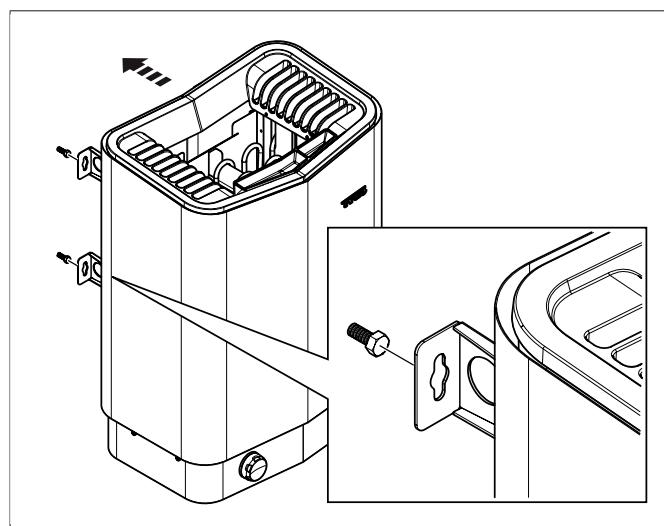

Fig 10: Häng upp aggregatet
9. Häng upp aggregatet på skruvarna se **Fig 10**, sidan 4.